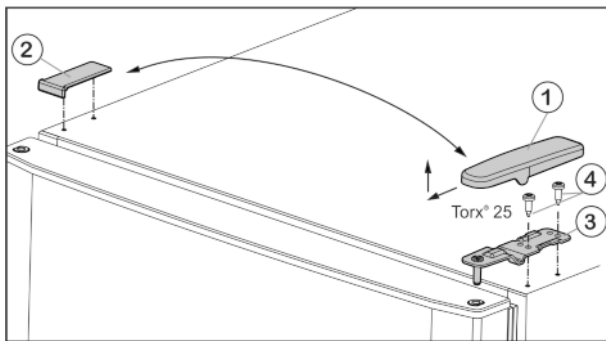

Fig. 5
► Abdeckung Fig. 5 (1) nach vorne und oben abziehen.
► Abdeckung Fig. 5 (2) abheben.
► Oberen Lagerbock Fig. 5 (3) abschrauben (2 mal Torx® 25) Fig. 5 (4) und nach oben abziehen.
► Oberen Lagerbock Fig. 5 (3) auf der neuen Scharnierseite in die Tür einsetzen.
► Oberen Lagerbock **fest (mit 4 Nm)** anschrauben (2 mal Torx® 25) Fig. 5 (4). Eventuell einen Akkuschrauber verwenden.
► Abdeckung Fig. 5 (1) auf der Gegenseite von außen aufsetzen und einrasten.
► Abdeckung Fig. 5 (2) jeweils auf der Gegenseite von oben aufsetzen und einrasten.